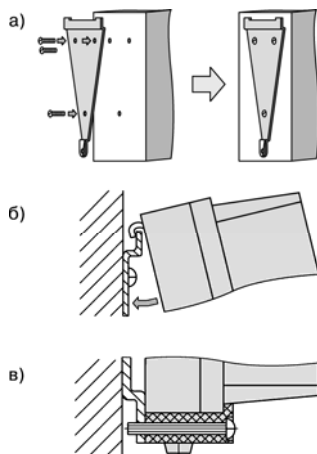

Рис. 7.1 – Установка прибора настенного крепления
- 1) Кронштейн закрепляется тремя винтами М4 на поверхности, предназначенной для установки прибора (см. Приложение А и рисунок 7.1, а).
- 2) Крепежный уголок зацепляется на задней стенке прибора за верхнюю кромку кронштейна (рисунок 7.1, б).
- 3) Прибор прикрепляется к кронштейну винтом М4 × 35 из комплекта поставки (рисунок 7.1, в).